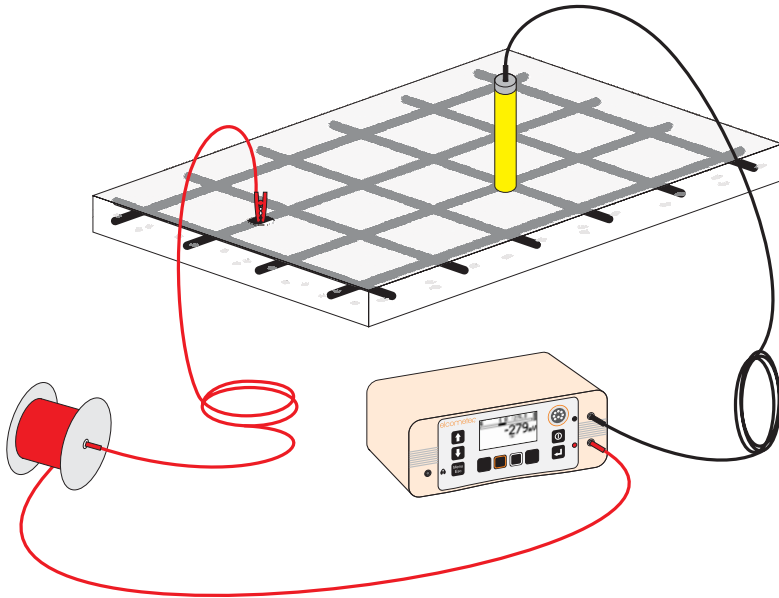

Figure 20. Montage classique pour mesure par électrode de potentiel
6. Connecter le câble rouge et le dérouler jusqu'à la borne rouge du pachomètre (Figure 20). Connecter le câble noir entre la sonde et la borne noire du pachomètre.